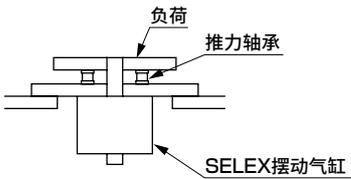

图1
■ 叶片轴的轴向负荷(推力负荷)会导致动作不良，因此请勿施加轴向负荷。如果无法避免这种情况，请如图1所示采取使用推力轴承的结构。